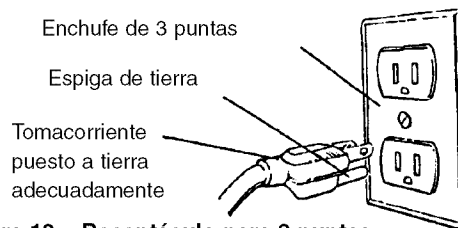

Figura 12 – Receptáculo para 3 puntas
- Esta herramienta viene equipada con un cable especificado para 150 V y un enchufe de 3 espigas para conexión a tierra (vea la figura 12) que lo protegen a usted de un electrochoque.
debidamente a tierra, tal como se muestra (vea la figura 12).